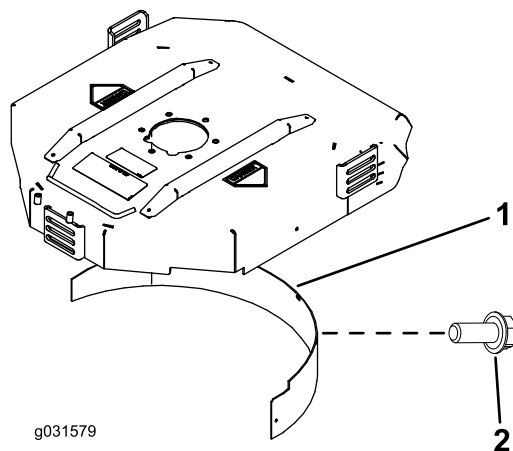

図 20
2. 後部の取り付け穴にマルチングバッフルを取り付け、フランジヘッドボルト 5 本で固定する 図 20。